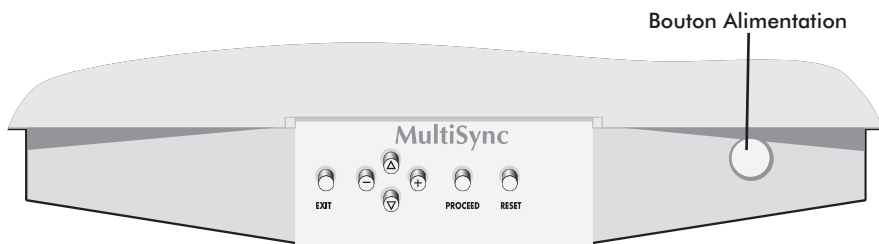

Figure D.1
5. Mettez le moniteur (Figure D.1) et votre ordinateur sous tension.